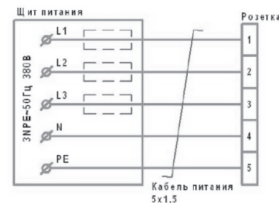

Рис. 5
6.4 Для подключения PT-R24 и PT-R30 к стационарной электросети (Рис. 5) необходимо: